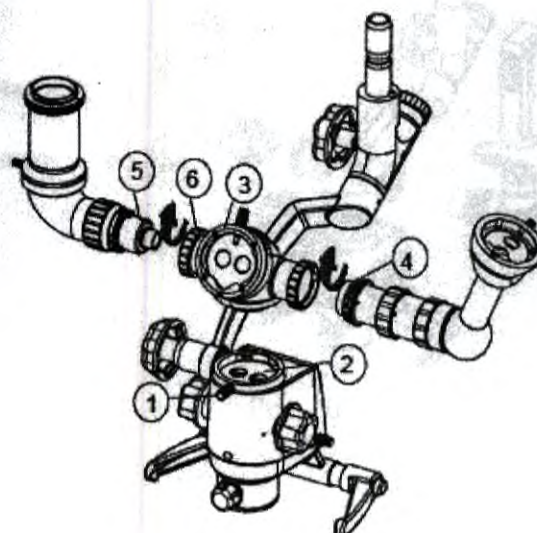

Рис. 27
10.8 Установка светоделителя с мостом наблюдения для ассистента с наклонной головкой и DSLR камеры (рис. 27):